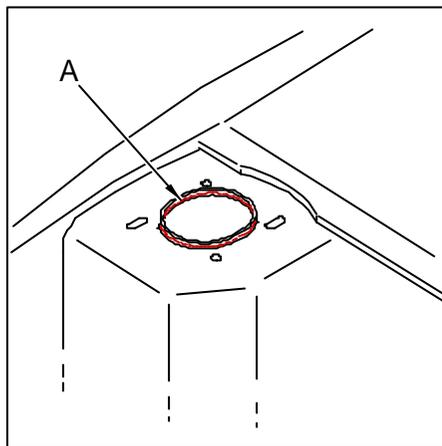

Fig. 14
- ⇨ *Supprimer en A (Fig. 14) la collerette sur le dessus de chaque chapelle d'amortisseur avant.*